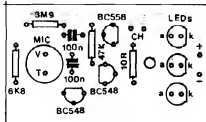

Fig.4
- FIG. 4 - "CHAPEADO" DA MONTAGEM - A quantidade de peças é pequena, porém muitos dos componentes são polarizados, exigindo posição única e certa para conexão à placa... É o caso dos